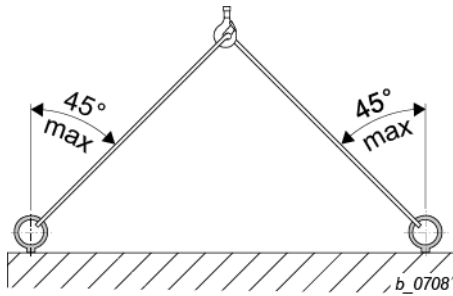

Fig. 1
- Los puntos de suspensión están contruidos para una tracción oblicua de $\leq 45^\circ$, véase Fig. 1.